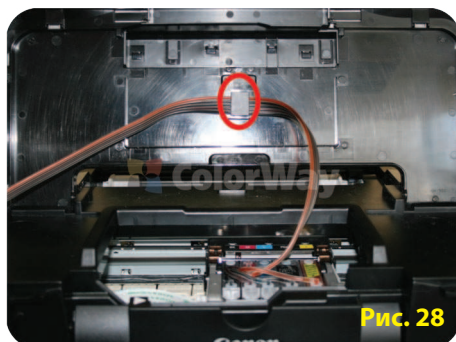

Рис. 28
- 5.10. Защелкните шлейф при помощи держателя. (Рис. 28).